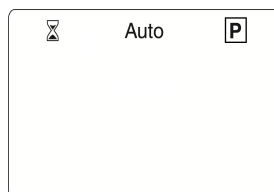

Fig. 19
- 1) *druk op de toets (▶) totdat het symbool **P** programma wordt geselecteerd, zie Fig. 19;*
- 1) druk op de toets (▶) totdat het symbool  programma wordt geselecteerd, zie Fig. 19;